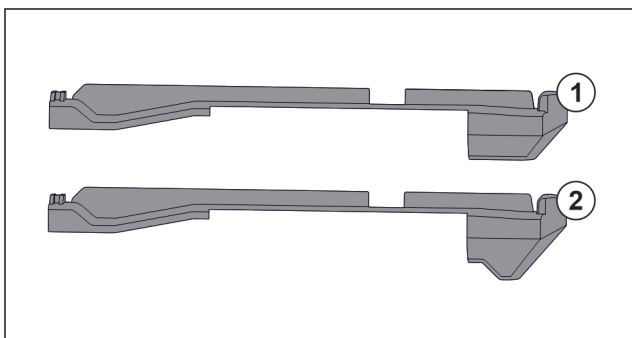

Fig. 78 Confronto degli elementi inseribili
Nell'apparecchiatura si trovano due diversi elementi inseribili. L'elemento inseribile sopra il cassetto più in basso Fig. 78 (2) presenta un bordo triangolare. Tutti gli altri elementi inseribili Fig. 78 (1) dispongono di un bordo diritto.
- ▶ Applicare l'elemento inseribile Fig. 78 (2) con il bordo triangolare sopra il cassetto più in basso.
- ▶ Applicare l'elemento inseribile Fig. 78 (1) con il bordo diritto su tutti gli altri punti.